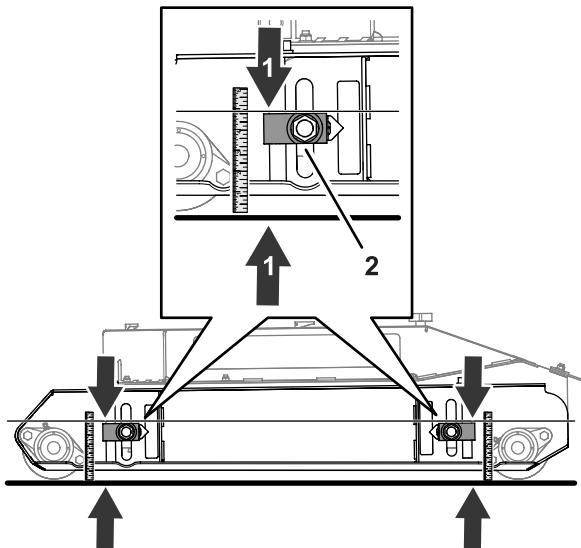

図 79
2. 刈高アジャスタを上下させて、刈高アジャスタブロックの上面から床面までの距離が 124 mm になるように調整する 図 79。
1. 刈高アジャスタブロックを固定しているナットをゆるめる 図 79。